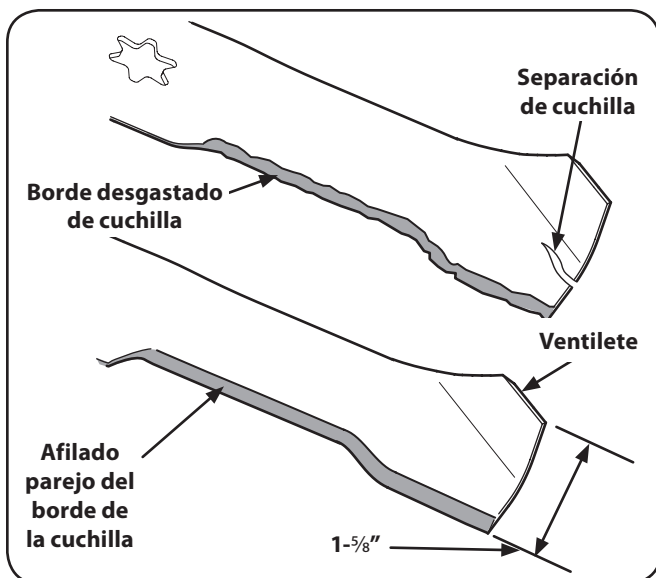

Figura 7-7
4. Para afilar las cuchillas de corte de forma adecuada, extraiga cantidades iguales de metal de ambos extremos de las cuchillas a lo largo de los bordes cortantes, de forma paralela al borde de caída, a un ángulo de 25° a 30°. Afíle siempre cada borde de las cuchillas de corte de forma pareja para mantener un equilibrio adecuado entre las mismas. Vea la Figura 7-7.